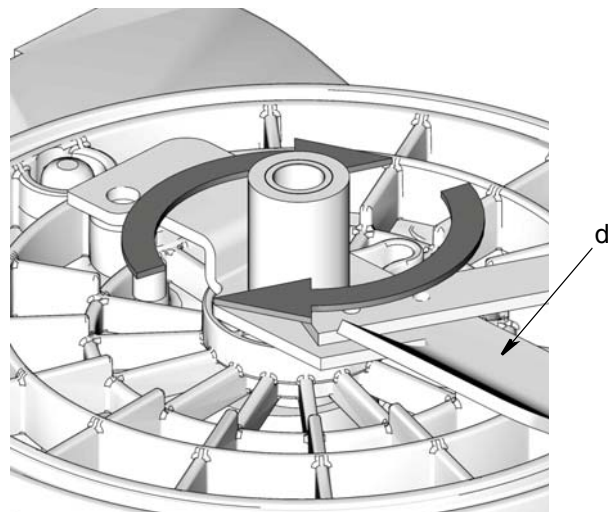

**FIG. 4**
- a. Verifique que las siguientes piezas se retirasen con el depósito (FIG. 4):
- Resorte (S)
- Plato seguidor (FP)
- Varilla (R)